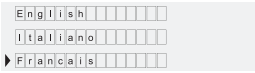

Abbildung 2
- Bitte gehen Sie in den Bereich Einstellungen und wählen Sie die Sprache aus dem Dropdown-Menü (Abbildung 2).